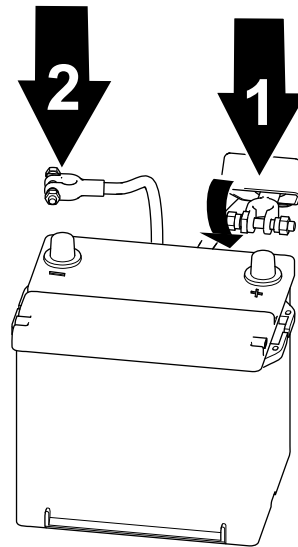

Bild 59
2. Heben Sie die Isolierung an und ziehen Sie das Pluskabel des Akkus vom Akkupol ab (Bild 59).
1. Schließen Sie das Pluskabel des Akkus an und ziehen Sie die Mutter der Akkuklemme an (Bild 59).
2. Schließen Sie das Minuskabel des Akkus an und ziehen Sie die Mutter der Akkuklemme an (Bild 59).